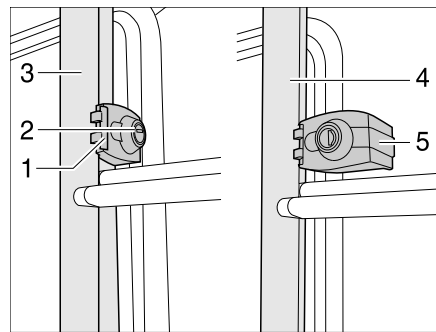

Bild 1 Heckleiter-Verriegelung
- Den Schlüssel in den Schließzylinder (Bild 1,2) der Heckleiter-Verriegelung (Bild 1,1) stecken und eine viertel Umdrehung drehen, bis der Schlüssel senkrecht steht.
- Den klappbaren Teil der Heckleiter (Bild 1,4) festhalten und den Sicherheitsbügel (Bild 1,5) ausschwenken.
- Den Schlüssel in den Schließzylinder (Bild 1,2) der Heckleiter-Verriegelung (Bild 1,1) stecken.
- Den Sicherheitsbügel (Bild 1,5) nach innen um das Rohr des festen Teils der Heckleiter (Bild 1,3) schwenken.